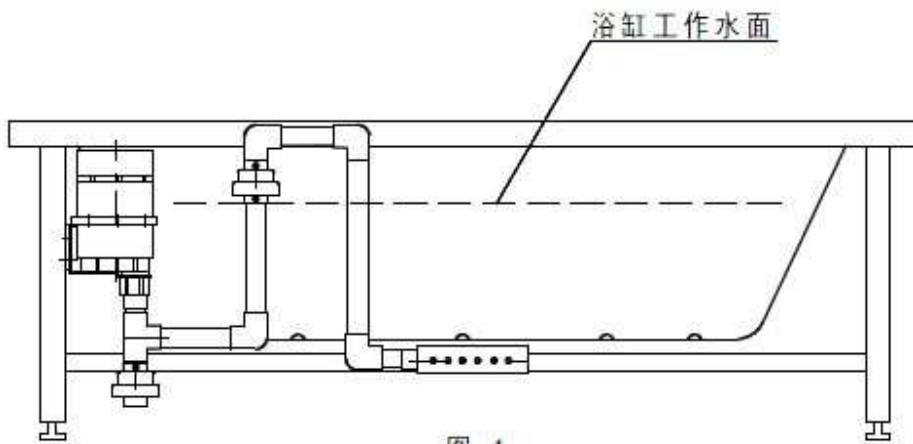

图 1
方案 1: 主管 PVC 硬管，喷嘴管 PVC 软管+管夹，要求风泵工作出风的温度≤60℃（图 1）
- 3) 分气筒安装（见图 1、2）在缸底气管短，容易接喷嘴，采用 **PP 管快插式接管接头**是一种较好的方法（见图 3）。
2.3 风泵安装： AP 风泵建议采用**立式安放**（图 1），安装防振垫。其它系列可采用卧式或悬空固定